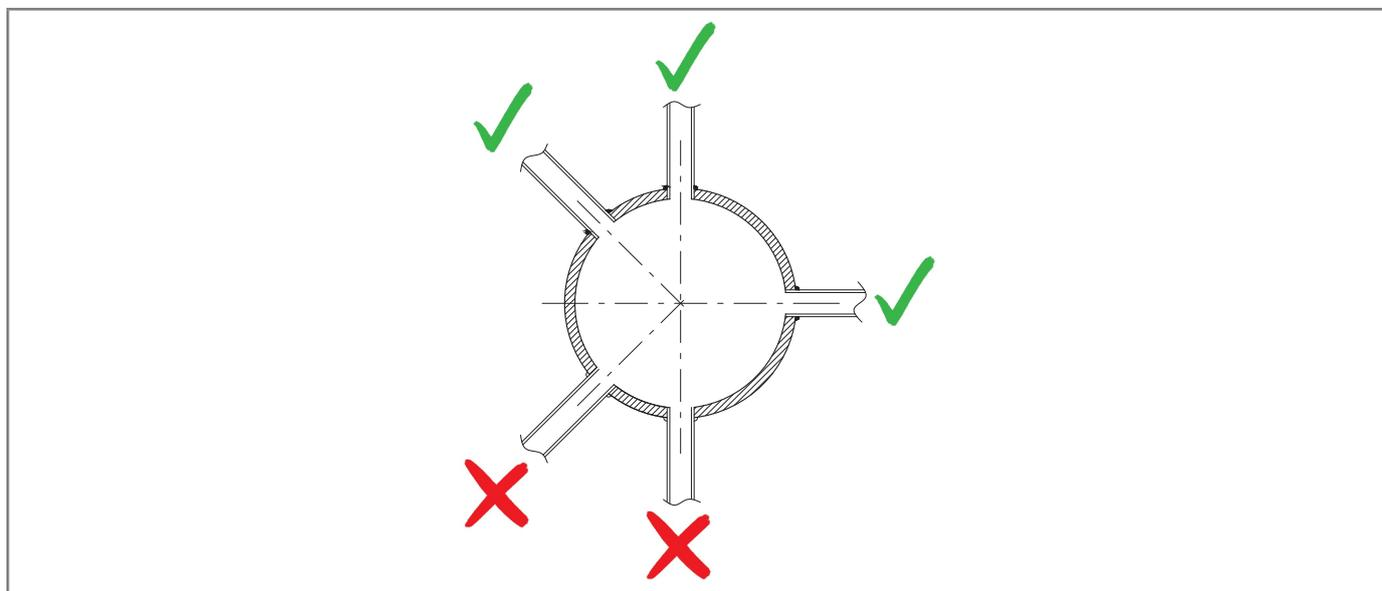

Abb. 6.9. Geschweißte Anschlüsse der pneumatischen Verbindung
- die Anschlüsse der pneumatischen Verbindung immer oben oder max. 90° zur Anschlussachse verschweißt sind (siehe Abb. 6.9);